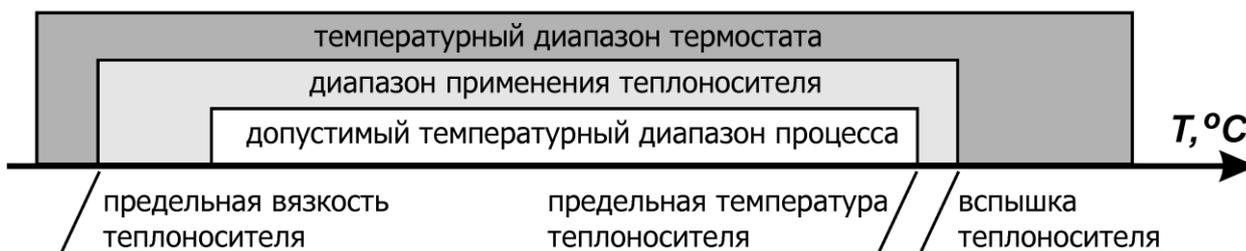

Рисунок 8 — Определение предельной температуры теплоносителя
2.11.2 Рекомендуемые теплоносители и соответствующие им диапазоны изменения температур регулирования и срабатывания защиты от перегрева приведены в таблице 4. Приведенные ниже величины температурных диапазонов могут ограничиваться температурным диапазоном термостата, в составе которого используется блок регулирования (рисунок 8).